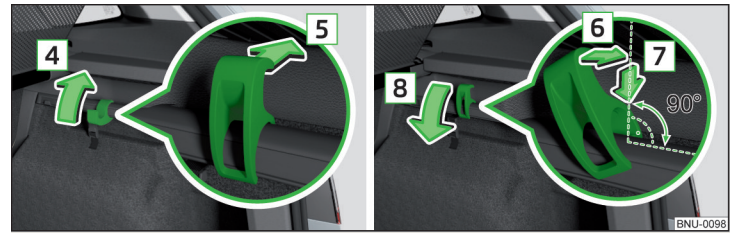

Abb. 140 Haken abnehmen/einsetzen
- › Den Haken in Pfeilrichtung **4** in die senkrechte Stellung klappen » Abb. 140.
- › Den Haken in Schrägrichtung auf die Befestigungsleiste stecken und in Pfeilrichtung **6** gerade richten » Abb. 140.